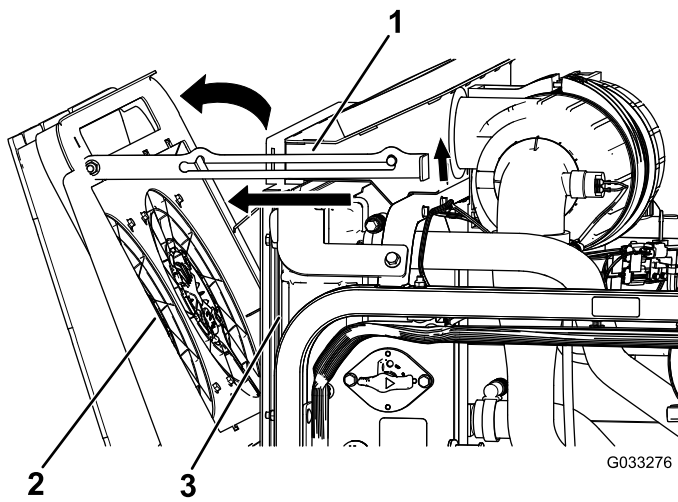

Figure 120
2. Faites pivoter les ventilateurs de refroidissement du moteur à l'arrière du radiateur et calez la béquille dans le cran (Figure 120).